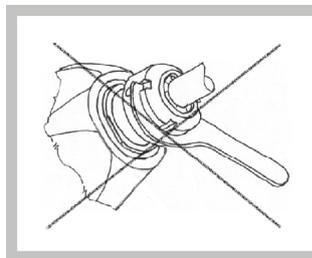

Рис. 21
- В цангу вложите зажимаемый инструмент с цилиндрическим хвостовиком, и гайку прочно затяните с помощью крючковых ключей А и В, поставляемых в принадлежностях. С помощью ключа В затяните гайку, а с помощью ключа А придерживайте шпиндель от проворачивания (рис.21)